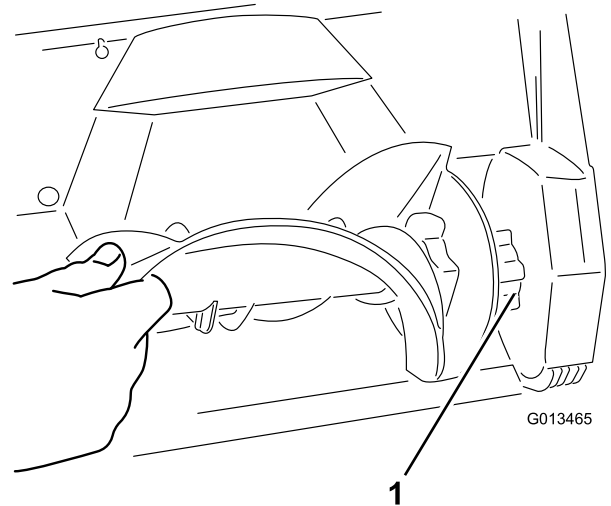

Figure 17
4. Pour monter le rotor neuf, insérez son extrémité sur l'extrémité ajustée du carter, et tournez le rotor jusqu'à ce qu'il s'enclenche en position (Figure 17).